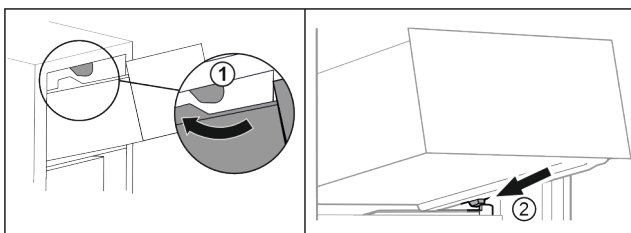

Fig. 83
- ▶ Vie vetolaatikko ylempään rajoittimen ohi. Fig. 83 (1)
- ▶ Aseta vetolaatikko vinosti alempien rajoittimien taakse kannattimelle. Fig. 83 (2)